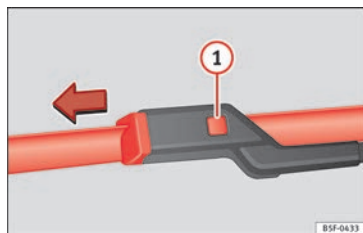

Fig. 81 Remplacement des balais d'essuie-glace.
- Maintenez la touche de déverrouillage » **fig. 81** ❶ enfoncée en tirant légèrement le balai dans le sens de la flèche.